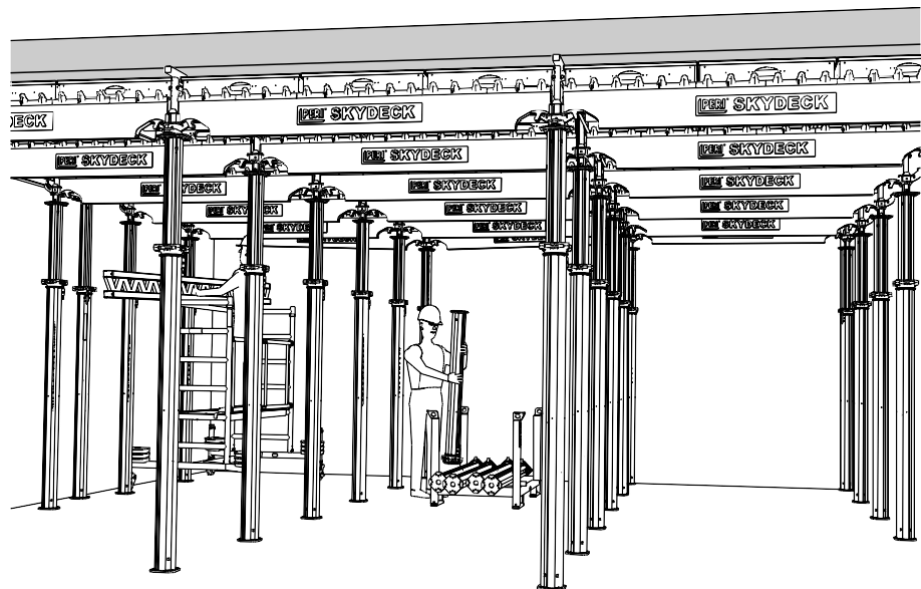

Fig. A12.02
- Разглобете елементите на системата, челните греди, челните фиксатори и комб. глави и ги складирайте в палети. (Fig. A12.02)